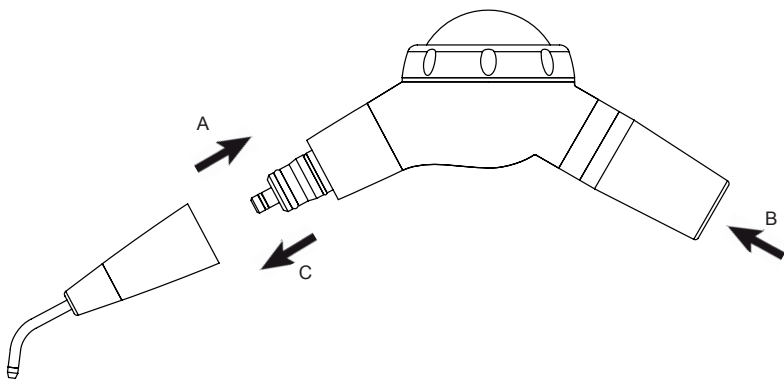

Bild 3
- 1 Fügen Sie das vordere (sterile) Endstück des Poliergeräts (Bild 3 - Ref.A) bis zum Anschlag ein.
- 2 Verbinden Sie Easyjet pro mit der Turbine der Dentaleinheit (Bild 3 - Ref.B).
- 1 Nehmen Sie das vordere Poliererendstück vom Körper des Easyjet pro ab (Bild 3 - Ref.C).
- 4 Stecken Sie das vordere Poliererendstück wieder auf den Easyjet pro-Körper (Bild 3 - Ref.A).
- 1 Trennen Sie das vordere Poliererendstück vom Easyjet pro-Körper (Bild 3 - Ref. C).
- 1 Trennen Sie das vordere Poliererendstück vom Easyjet pro-Körper (Bild 3 - Ref.C).